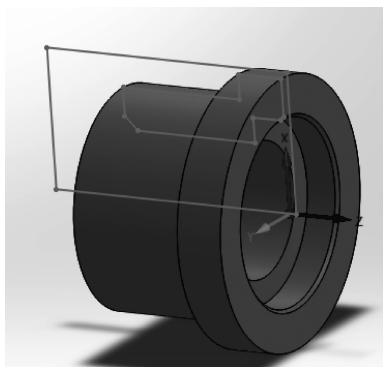

图 3-13 完成毛坯形状的设置
(4) 如图 3-13 所示, 单击  按钮关闭【实体】属性管理器, 单击  按钮完成【实体】属性管理器的设置, 回到【车床工件设定】属性管理器。